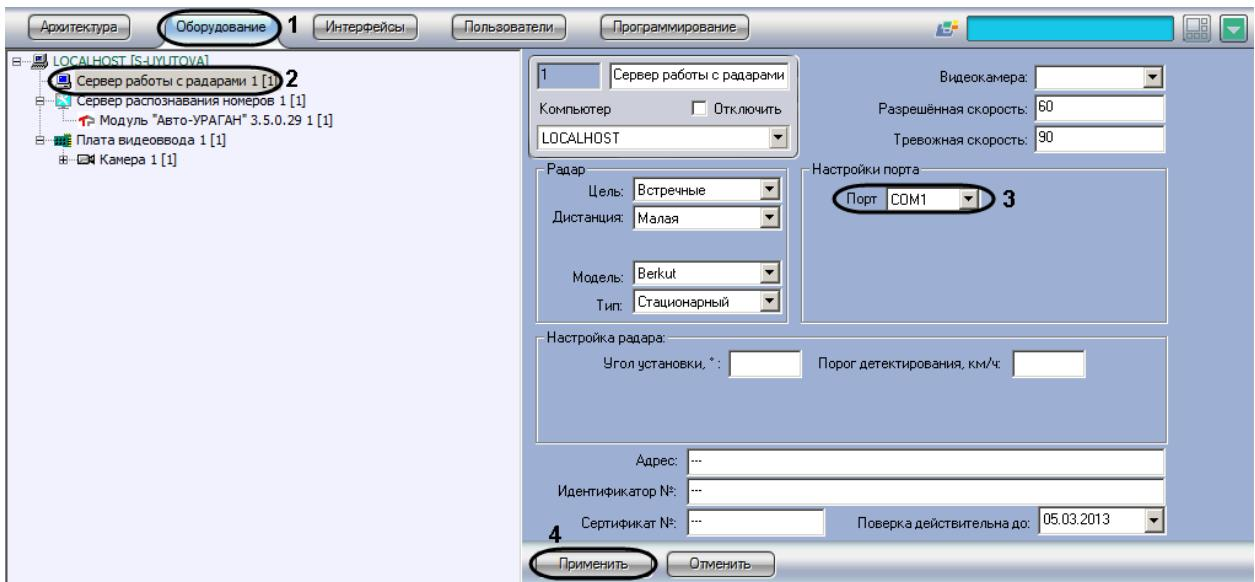

Рис. 7.3—1. Панель настроек объекта «Сервер работы с радарами»
1. Перейти во вкладку «Оборудование» диалогового окна «Настройки» программы «Авто-Интеллект» (см. Рис. 7.3—1, 1).
3. Из списка «Порт» выбрать номер последовательного (COM) порта подключения устройства «Радар» (см. Рис. 7.3—1, 3).
4. Нажать кнопку «Применить» для сохранения всех изменений (см. Рис. 7.3—1, 4).